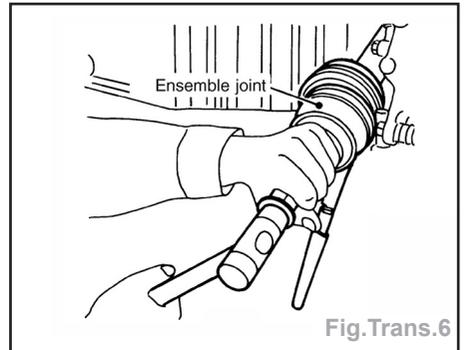

Fig. Trans.6
- Pousser le sous-ensemble de joint dans l'arbre avec un marteau en plastique (fig. Trans.6).